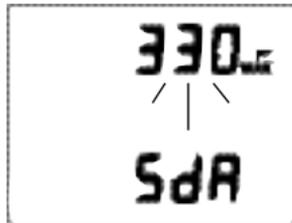

Fig. 24 - AJUSTE ALARMA PROFUNDIDAD
**AJUSTE DE LA ALARMA DE PROFUNDIDAD:** ésta es la información mostrada (Fig. 24):